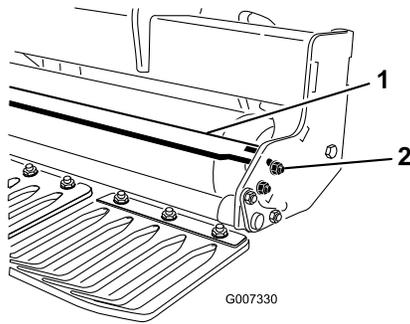

Bild 13
1. Lösen Sie die Befestigungsteile, mit denen die Enden des Abstreifers an der Nase des Rollenabstreifers befestigt ist (Bild 13).